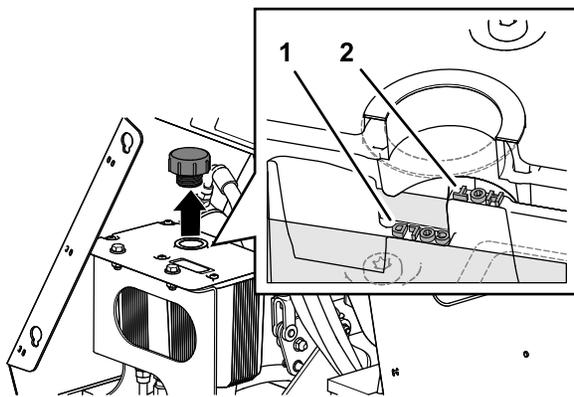

Figura 60
5. Limpie la zona alrededor del tapón del depósito hidráulico (Figura 60).
6. Retire el tapón y compruebe el nivel de fluido hidráulico del depósito (Figura 60).
7. Si es necesario, añada fluido hidráulico del tipo especificado al depósito hasta que el fluido cubra el nivel **Cold** en el tabique (Figura 60).
8. Vuelva a colocar el tapón del depósito de fluido hidráulico y apriételo hasta que quede firme (Figura 60).